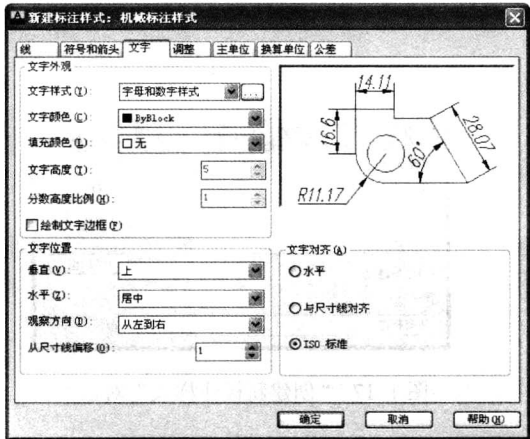

图 1-20 设置“文字”选项卡
5. 打开“文字”选项卡，在“文字样式”下拉文本框中选择“字母和数字样式”；在“尺寸线偏移”文本框中输入“1”，即尺寸与尺寸线之间的间距为 1mm；在“文字对齐”选项栏中选中“ISO 标准”单选按钮，即当标注文字在尺寸界线以内，将位于尺寸线的正中上方。当标注文字在尺寸界线以外，将位于一条水平引线上。其他选项保留默认设置，如图 1-20 所示。